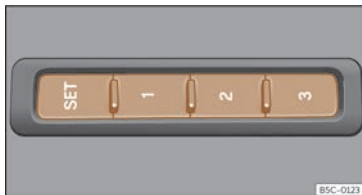

Fig. 112 Sur le côté extérieur du siège du conducteur : touches de mémorisation.
- Appuyez sur la touche **SET** pendant plus de 1 seconde»» fig. 112.